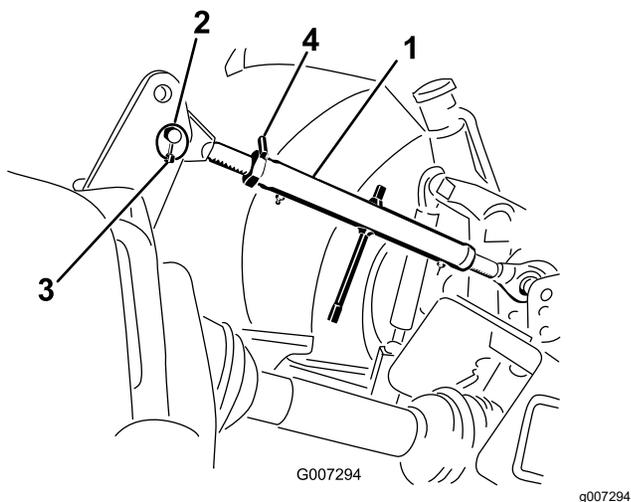

Рисунок 8
1. Подсоедините верхнюю тягу к нижнему отверстию в кронштейне и закрепите с помощью штифта и шплинта с кольцом (Рисунок 8).
3. Поверните верхнюю тягу, чтобы затянуть ее. Отрегулируйте тягу так, чтобы рама в передней части машины заняла вертикальное положение (Рисунок 8).